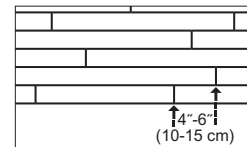

Figura 4
- Tenga cuidado y ponga los extremos de las duelas escalonados en las hileras adyacentes por lo menos 6 pulg. (15 cm) cuando sea posible (Figura 4). Esto ayudará a asegurar una apariencia general más favorable del piso.
- Verifica para un ataque apretado entre todas orillas y fines de cada tablón. Las finalcoyunturas de filas adyacentes deben ser tambaleadas 6" (15 cm) cuándo posible asegurar una apariencia general más favorable (Figura 4).